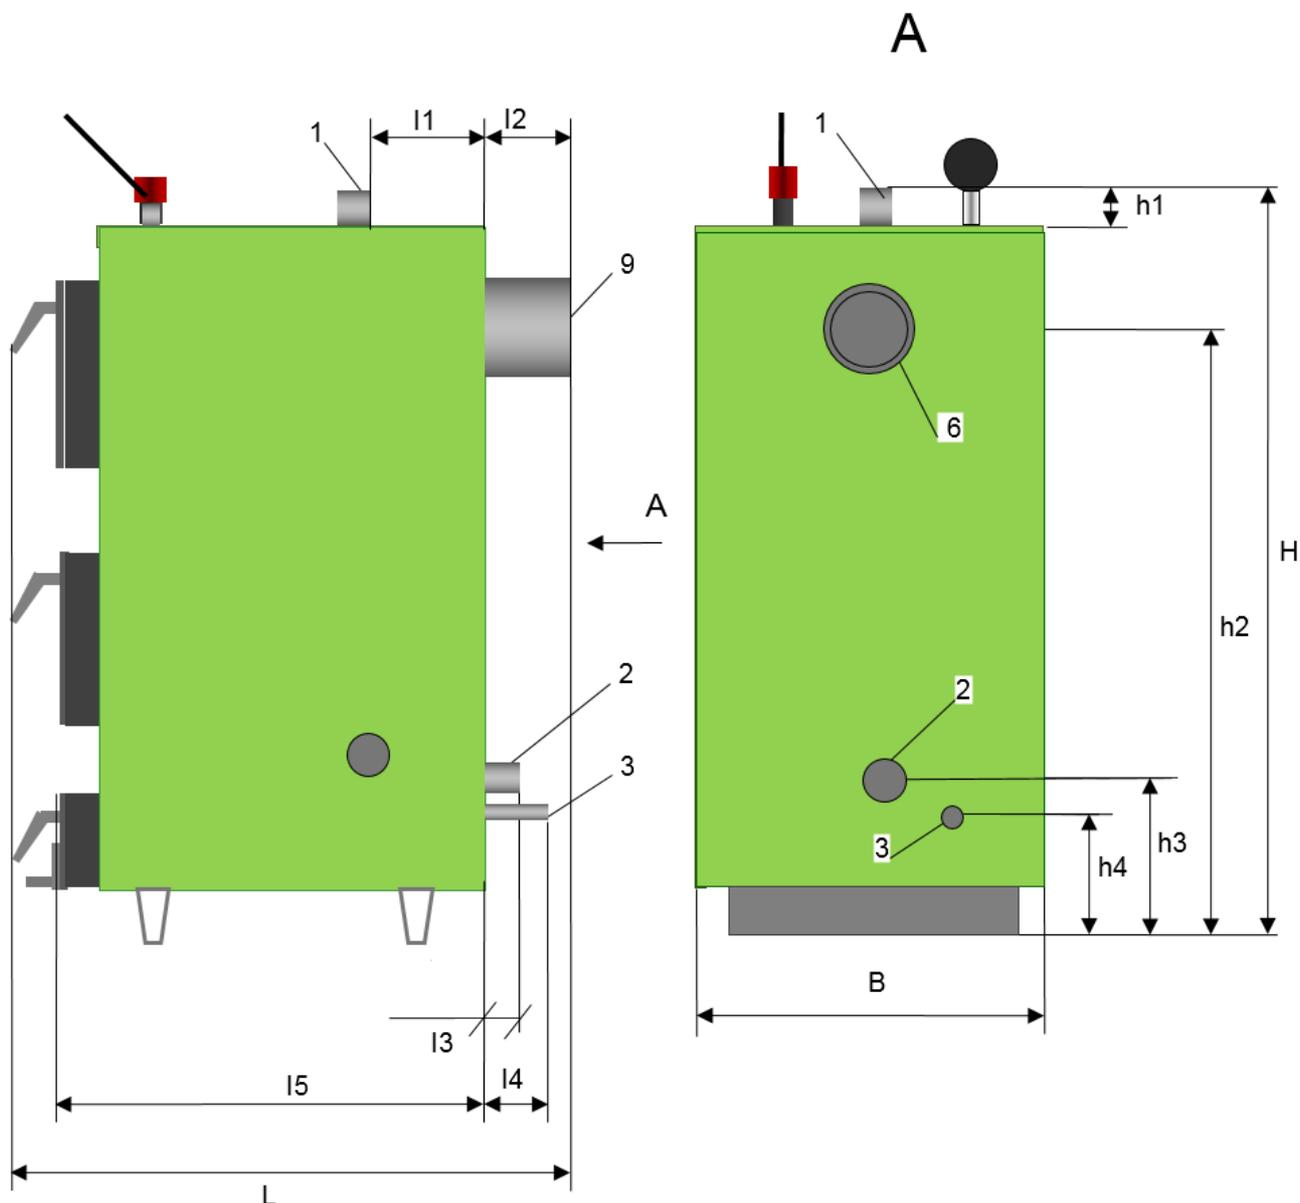

Рисунок 1 - Габаритные и присоединительные размеры Котлов моделей К 12+52 базовой комплектации.
Габаритные и присоединительные размеры Котла (см. рис.1), мм:
Котел (рис.1, 2) представляет собой стальной сварной каркас, обшитый снаружи съемной декоративной теплоизолированной облицовкой. Каркас совместно с облицовкой образуют корпус. Корпус устанавливается на собственных опорах (12).